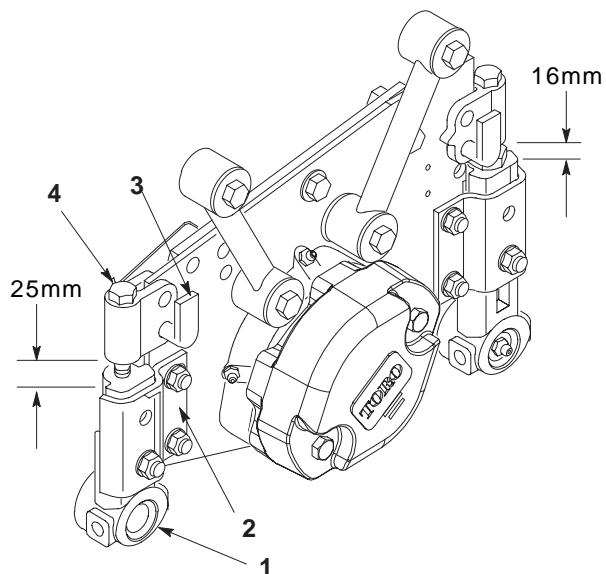

図8
2. サポート・キャップスクリュを使って、刈り高サポートと前ローラ・ブラケットの間を25 mm ± 1.5 mmに調整する(図8; 2か所)
3. サポート・キャップスクリュを使って、刈り高サポートと後ローラ・ブラケットの間を16 mm ± 1.5 mmに調整する(図8; 2カ所)